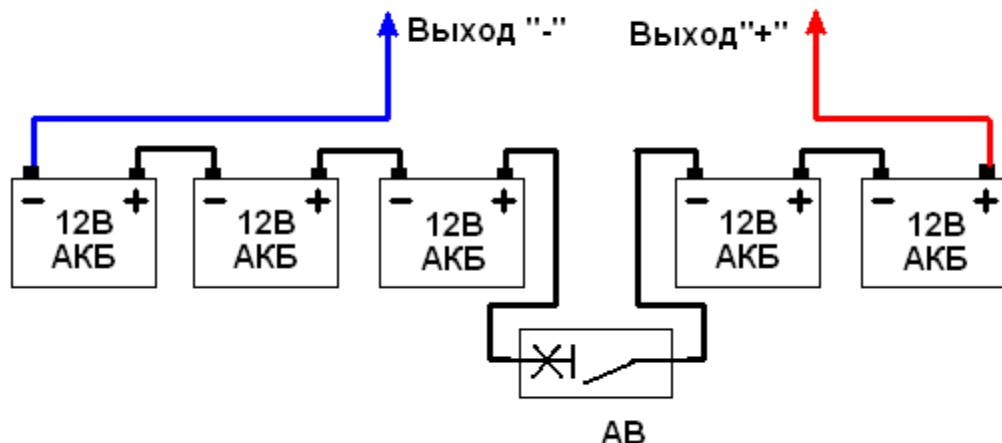

Рис. 3. Схема соединения аккумуляторов 12В.
Для варианта установки пяти аккумуляторов ёмкостью 18А^{*}ч рекомендуемые схема и последовательность коммутации и сборки АКБЛ приведены ниже (см. рис.3).
- 4. Соединить выходные («-», «+» на рис.3) проводники с аккумуляторами.**